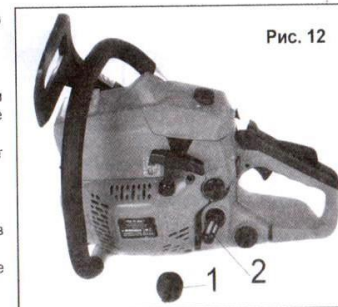

Рис. 12
- Отвинтите крышку топливного бака (1) (См. Рис.12)